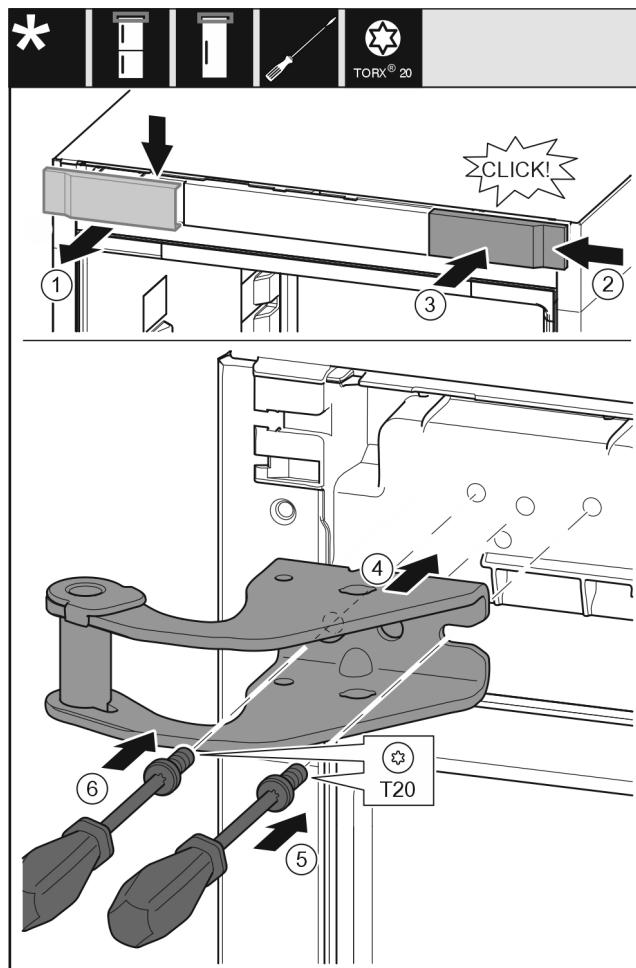

Fig. 13
- Pokrov snemite od zgoraj v smeri naprej. Fig. 13 (1)
- Pokrov, obrnjen za 180°, namestite na drugi strani z desne strani. Fig. 13 (2)
- Zataknite pokrov. Fig. 13 (3)
- Pristavite zgornji ležajni podstavek. Fig. 13 (4)
- Vijak vstavite z izvijačem T20 in ga zategnjite. Fig. 13 (5)
- Vijak vstavite z izvijačem T20 in ga zategnjite. Fig. 13 (6)